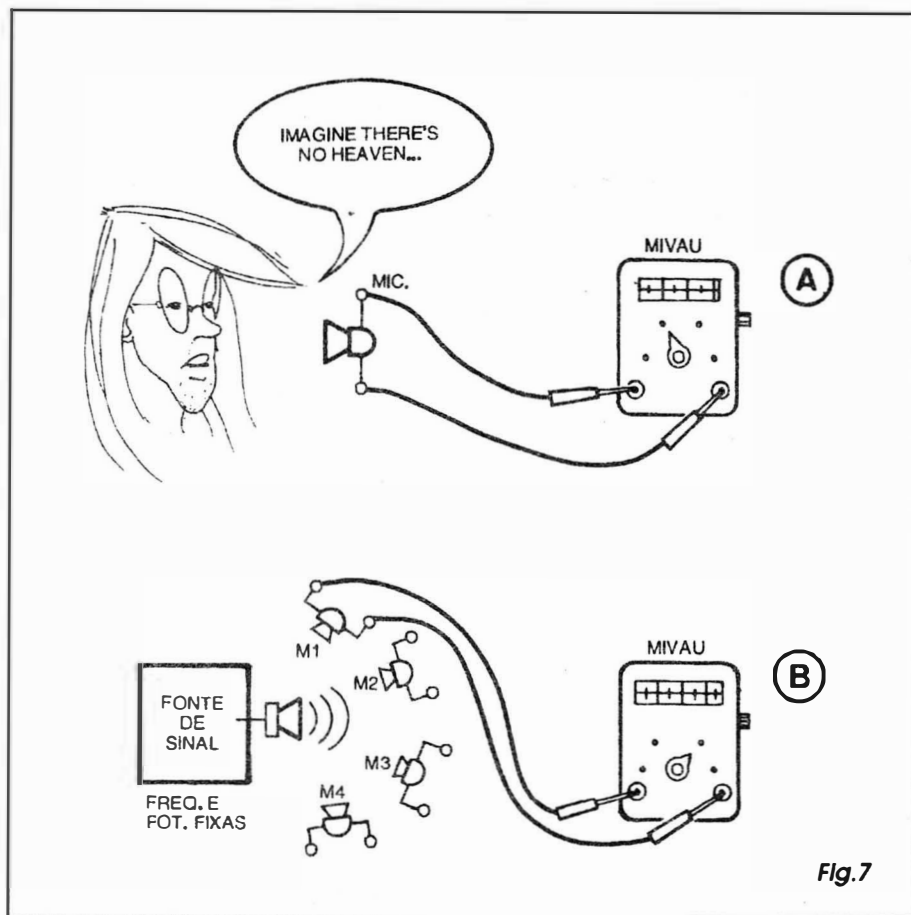

Fig.7
- FIG. 7 - UTILIZANDO O MIVAU PARA MEDIÇÕES DE NÍVEIS... - Em 7-A temos uma disposição elementar para a medição do nível de sinal gerado por um transdutor som-eletricidade (um microfone, no caso...): basta colocar o microfone na presença dos sons que normalmente deva captar, ligar seus terminais às pontas de prova do **MIVAU** e ler a intensidade indicada na escala... Lembrar que, ao se efetuar testes iniciais com um transdutor completamente desconhecido, é sempre bom fazer as primeiras medições com o **MIVAU** *chaveado* para sua faixa mais alta (1V), *abaixando-se* a faixa em seguida, se